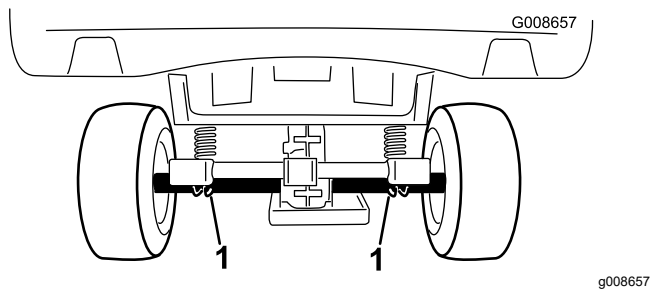

Figura 24
- El punto de elevación de la parte trasera de la máquina está debajo de los tubos del eje (**Figura 24**).